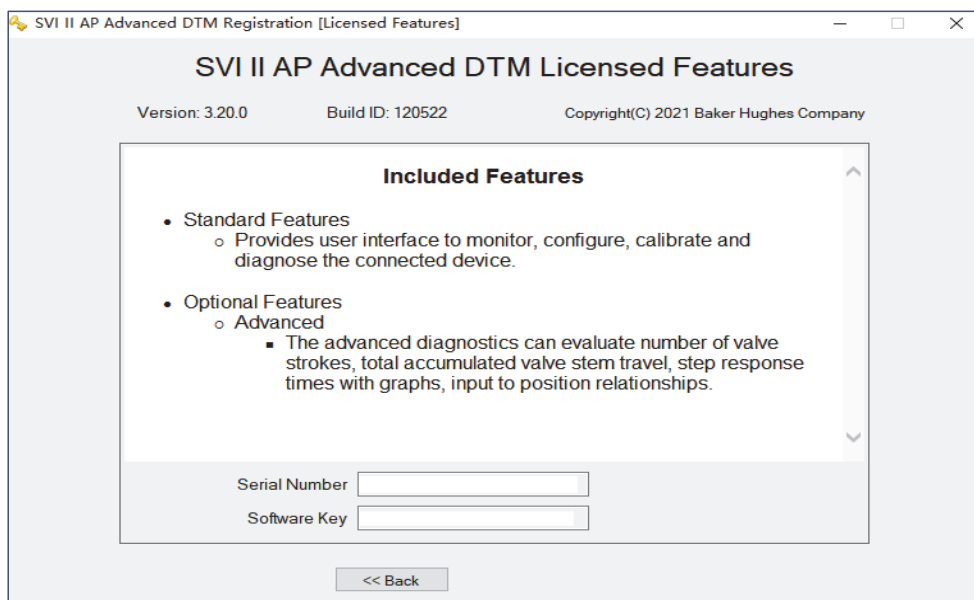

Рис. 12. Включенные функции
3. Нажмите **License >>**, и появится экран, представленный на Рис. 12.